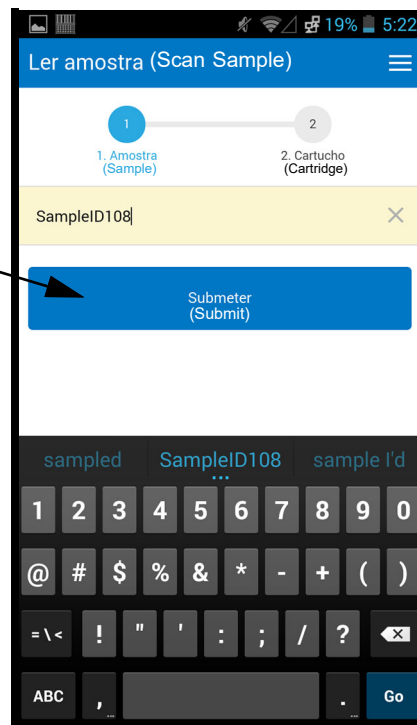

Figura 5-194. Introdução manual do código de barras da ID da amostra
- 1) Toque na área **Barcode (Código de barras)** no ecrã (ver Figura 5-191). Será visualizado um teclado (ver Figura 5-194) para introduzir a ID da amostra manualmente.